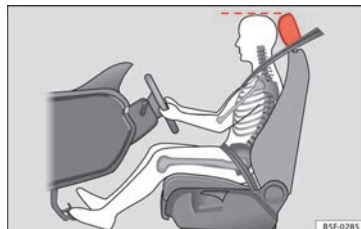

Fig. 83 Corretto posizionamento del poggiatesta del conducente.
- Regolare il poggiatesta portando il suo bordo superiore alla stessa altezza della parte superiore della testa ►► **fig. 83.**